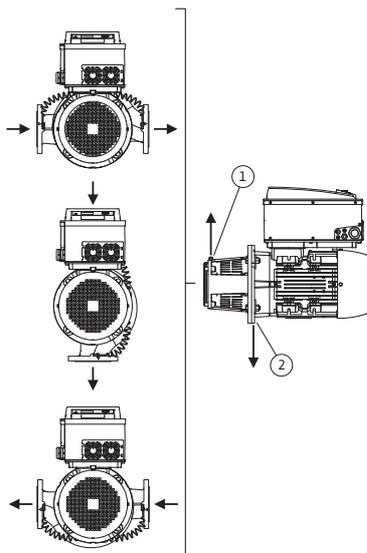
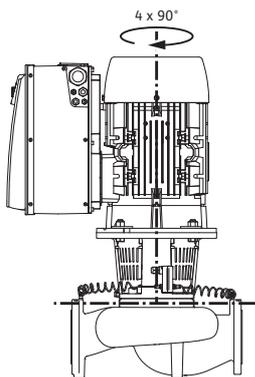

Fig. 18: Sallitut asennusasennot, vaakasuuntainen moottoriakseli
Fig. 19: Sallitut asennusasennot, pystysuuntainen moottoriakseli
Sallitut asennusasennot, kun moottoriakseli on vaakatasossa ja elektroniikkamoduuli ylöspäin ( $0^\circ$ ), on esitetty Fig. 18. Esitettynä ei ole sallittuja asennusasentoja sivuttain asennetulla elektroniikkamoduulilla ( $\pm 90^\circ$ ). Kaikki muut asennusasennot paitsi "elektroniikkamoduuli alaspäin" ( $-180^\circ$ ) ovat sallittuja. Pumpun ilmaus on varmaa vain silloin, kun ilmanpoistiventtiili osoittaa ylöspäin (Fig. 18, kohta 1). Vain tässä asennossa ( $0^\circ$ ) voidaan syntyvä kondenssivesi johtaa tehokkaasti pois porattujen aukkojen, tiiviste-laipan ja moottorin kautta (Fig. 18, kohta 2). Irrota sitä varten moottorilaippa.
Sallitut asennusasennot, kun moottoriakseli on pystysuuntainen, on esitetty kuvassa Fig. 19. Kaikki muut asennusasennot paitsi "moottori alaspäin" ovat sallittuja.
- Tiivisteläipassa olevan ilmausventtiilin (Fig. 6, kohta 1.31) pitää vaakatasoisen moottoriakselin yhteydessä osoittaa aina ylöspäin (Fig. 6a: ja Fig. 6b:). Pystysuuntaisen moottoriakselin yhteydessä kaikki suunnat ovat sallittuja. Katso tästä myös Fig. 18: "Sallitut asennusasennot, vaakasuuntainen moottoriakseli" sivulla 81 tai Fig. 19: "Sallitut asennusasennot, pystysuuntainen moottoriakseli" sivulla 81.
alaspäin (Fig. 18, kohta 2). Tarpeen vaatiessa moottoria pitää kiertää.